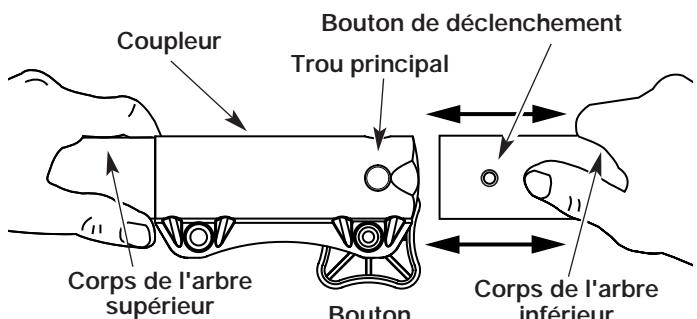

Fig. 6
3. Tenez fermement le corps de l'arbre supérieur et retirez l'accessoire de coupe ou autre du coupleur (Fig. 6).
3. Tenez fermement l'accessoire et enfoncez-le tout droit dans le coupleur (Fig. 6).
MISE EN GARDE : verrouillez le bouton de déclenchement dans le trou principal (Fig. 6) et vissez bien le bouton avant de faire marcher l'appareil.